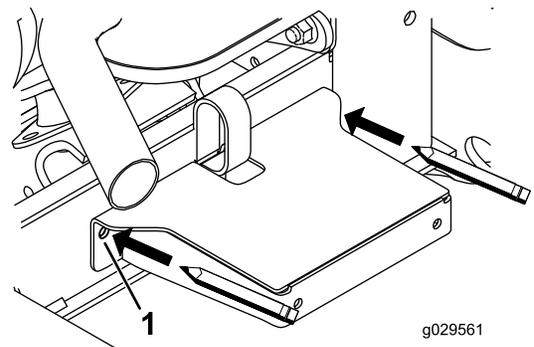

Figura 34
8. Utilizzate il supporto del telaio come riferimento per individuare e contrassegnare gli altri 2 fori di montaggio del parafrangente sul telaio (Figura 34).